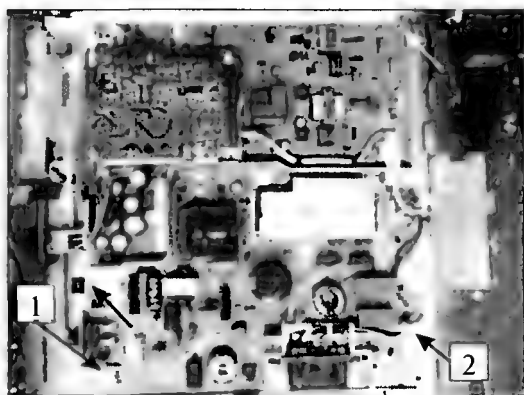

Рис. 11.72
Снимают плату питания — она расположена на металлическом шасси. Выкручивают шесть винтов (рис. 11.72) крепления ее к основанию и снимают. На рисунке хорошо видны разъемы питания принтера (1) и разъем для дуплексора (2).